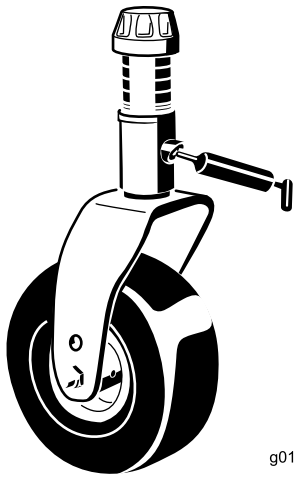

Figure 87
- 1 bague d'axe de chape de roue pivotante (Figure 87)